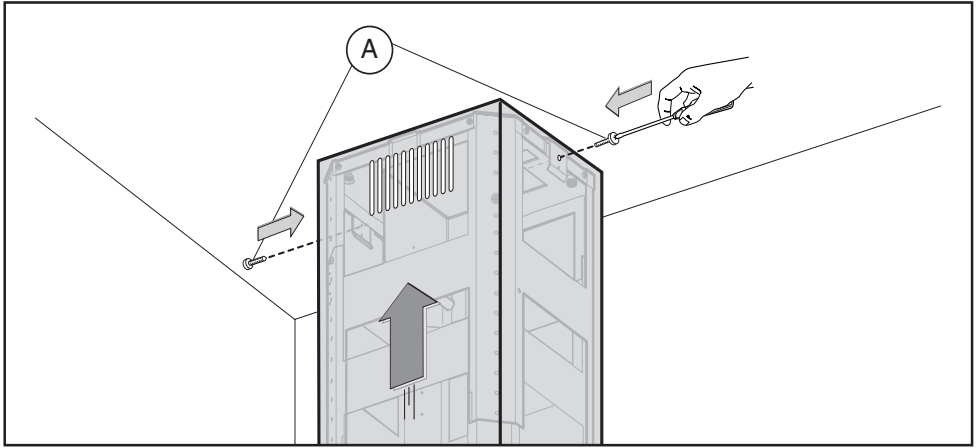

Fig.9
- Prendre le conduit de fumées supérieur et le fixer à la structure à l'aide des 2 vis **A** (Fig.9).